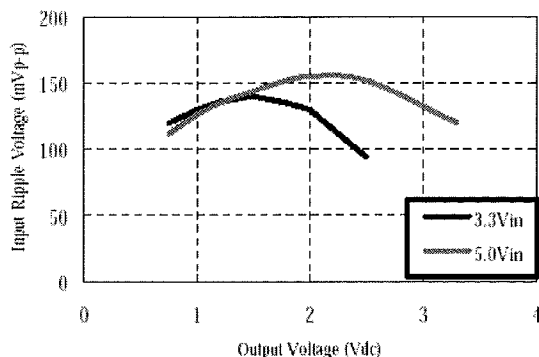

図7 Input voltage ripple VS Output voltage
- 2、 4 $\times$ 100 μ F タンタルコン // 2 $\times$ 47 μ F セラコン . . . 図7